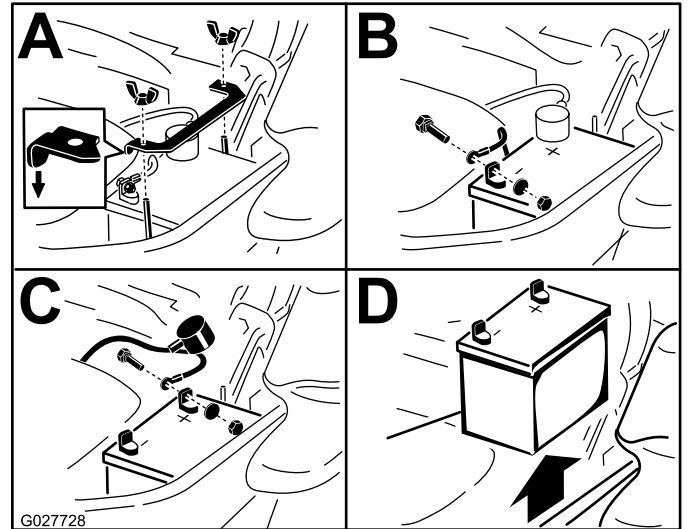

Figure 61
3. Commencez par débrancher le câble négatif (noir) de la borne négative (-) de la batterie (Figure 61).
4. Enlevez le capuchon rouge de la borne positive (rouge) de la batterie et débranchez le câble positif (+) (Figure 61).
5. Retirez l'écrou à oreilles qui fixe la barrette de maintien de la batterie (Figure 61).
6. Déposez la barrette de maintien (Figure 61).
1. Placez la batterie dans son support en tournant les bornes à l'opposé du réservoir hydraulique (Figure 61).
4. Fixez les câbles avec 2 boulons, 2 rondelles et 2 contre-écrous (Figure 61).
6. Reposez la barrette de maintien et fixez-la avec l'écrou à oreilles (Figure 61).